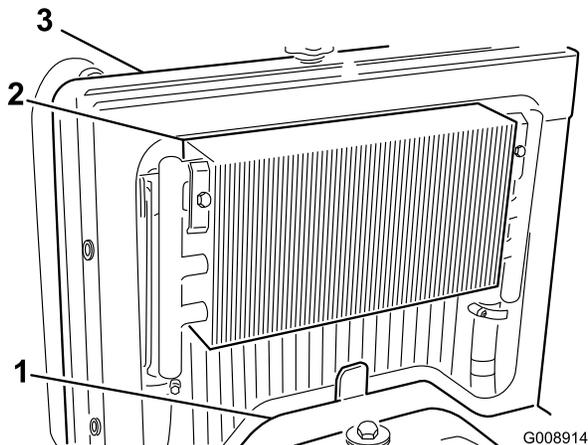

Bild 50
2. Entfernen Sie die Zugangsplatte (Bild 50).